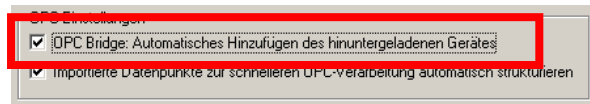

Abbildung 148: Schalten Sie den Bridge-Export in den Projekteinstellungen ein
2. Im Configurator-Menü gehen Sie auf **Einstellungen → Projekteinstellungen....** Dadurch wird der Projekteinstellungen Dialog wie in Abbildung 148 gezeigt geöffnet. Wählen Sie den Karteireiter **Allgemein**.